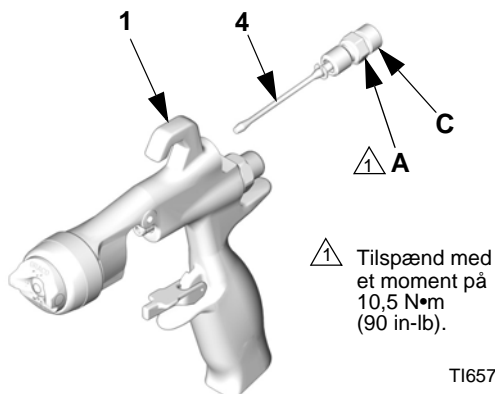

FIG. 34
2. Fjern blæserventilens pakningsomløber (A) fra bagsiden af pistolhuset (1). Skub blæserventilsamlingen (4) ud af pistolhuset. Se FIG. 34.
3. Før du monterer reserveblæserventilsamlingens (4) spredningsjusteringsventil (C) igen, skal du dreje den så langt mod uret, den kan komme for at forhindre beskadigelse af sædet (5c). Monter reserveblæserventilsamlingen i pistolhuset (1). Skru pakningsmøtrikken (A) ind i pistolhuset, og tilspænd til 10,5 N•m (90 in-lb).